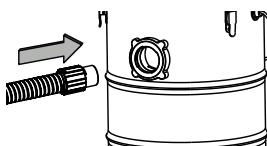

Fig. 5
3. Ansluta slangen: Sätt i den större änden av slangen i sugöppningen på behållaren (Fig. 5).